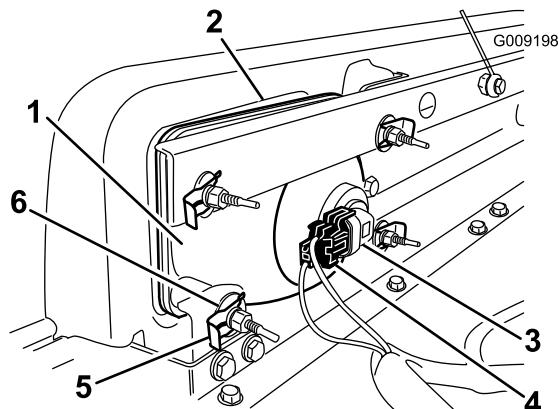

Figura 34
2. Retire o conjunto do farol movendo-o para a frente através da abertura no pára-choques dianteiro (Figura 34).
3. Instale o novo farol através da abertura no pára-choques (Figura 34). Assegure que os pólos de ajuste estão alinhados com os furos no suporte de montagem no pára-choques.